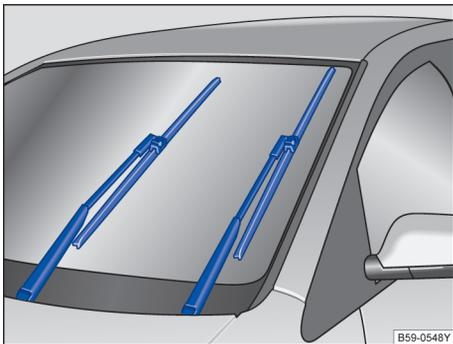

图 188 处于保养位置的刮水片
- 将风窗玻璃刮水器拨杆向下拨至点动刮水位置。使刮水器处于保养位置→图 188。